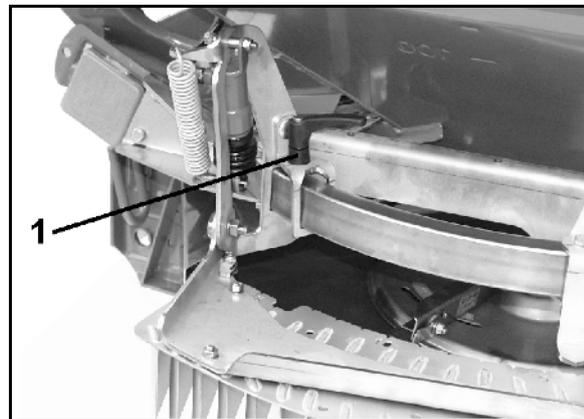
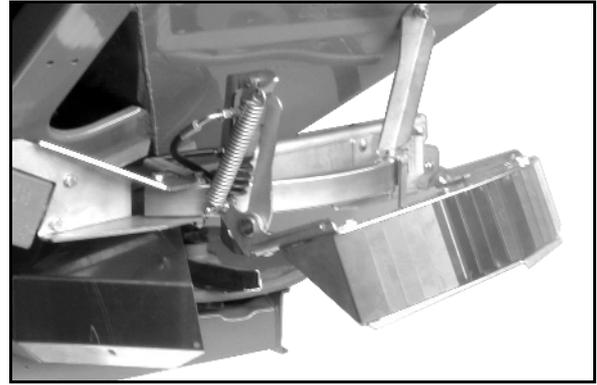

図 74
図 76
設定する値は散布表 (図 74) から読み取ってください。
2. 表示器 (図 76/2) が散布表 (図 74) による設定値を指すまで、境界散布デフレクターをガイドブラケット (図 76/1) 上でずらしませ。